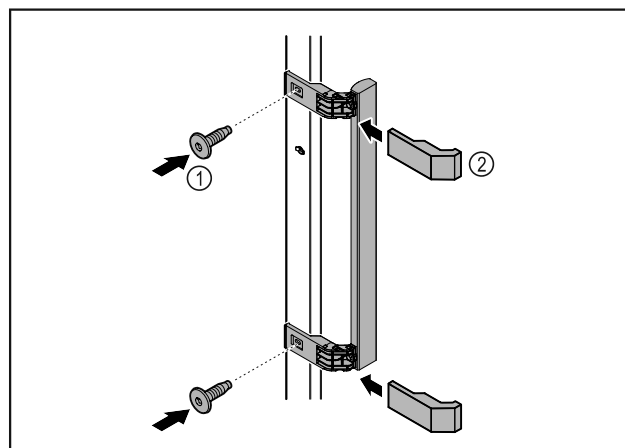

Fig. 9
► Монтирайте дръжката от пакета с принадлежности с приложените винтове Fig. 9 (1) на вратата.
► Нахлузете капака Fig. 9 (2).